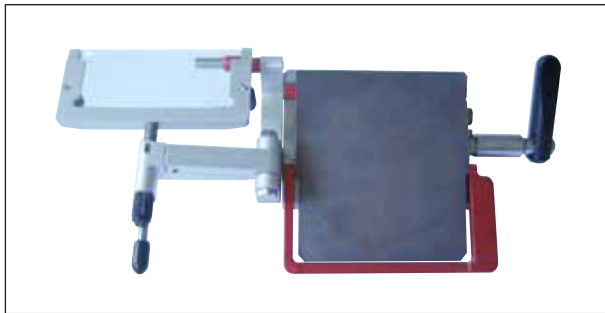

Fig. 46
- Beveg stabiliseringsføringen mot siden (se (→ Fig. 46)).